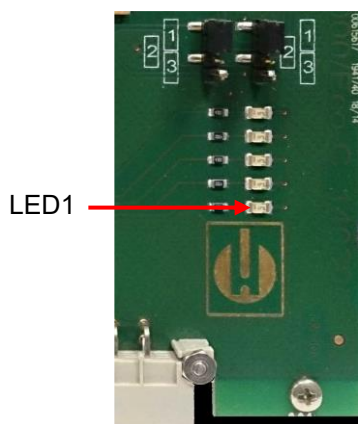

Abbildung 30
* Position der LEDs siehe Abbildung 30 der Steuerplatine.